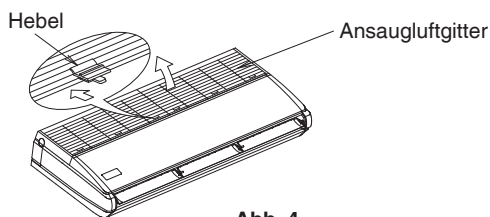

Abb. 4
- Bewegen Sie den Hebel des Ansaugluftgitters (Type 32: jeweils 2 Positionen, Typ 63, 100: jeweils 3 Positionen) nach hinten (wie durch den Pfeil dargestellt), um das Ansaugluftgitter weit zu öffnen. **(Siehe Abb. 4)**